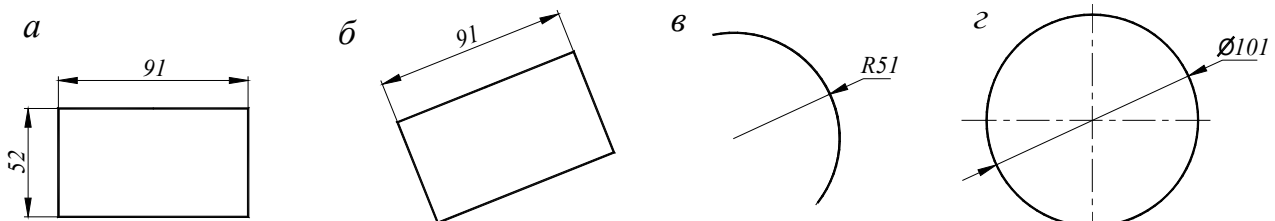

Рис. 2.16. Нанесення розмірів
-  – для нанесення горизонтальних і вертикальних розмірів (рис. 2.16, а);
-  – наносять розмір, паралельний до лінії, що з'єднує вказані початкові точки виносних ліній (рис. 2.16, б);
-  – призначена для нанесення розміру радіуса кола або дуги (рис. 2.16, в);
-  – для нанесення діаметра кола або дуги (рис. 2.16, г).
Приклади нанесення розмірів наведено на рис. 2.16.